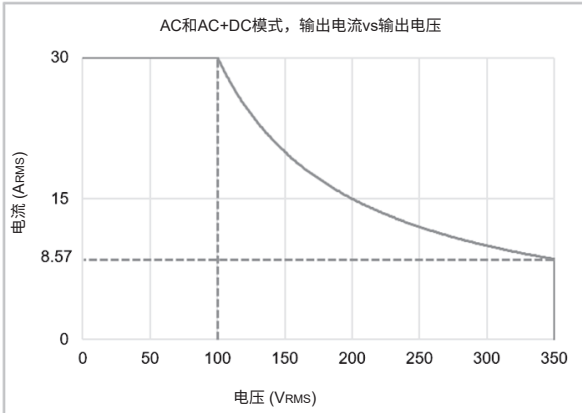
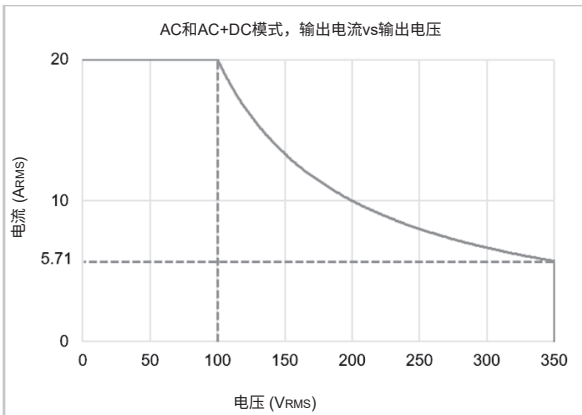

图1: 3kVA AC和AC+DC特性
图3: 2kVA AC和AC+DC特性
- *3: 最大RMS电压设置范围与输出电压设定值相关。当输出电压设定值超过5.714A (2kVA)或8.571A (3kVA) 时, 输出电压设定值受额定输出功率的限制。参照图1和图3。